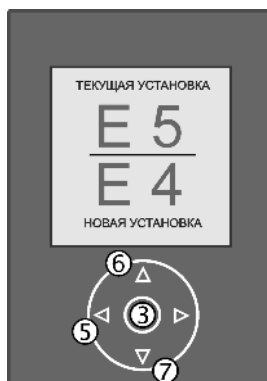

Fig. 36
- ▶ Сокращение времени подачи воды: нажмите кнопку вверх Fig. 36 (6).
- ▶ Увеличение времени подачи воды: нажмите кнопку вниз Fig. 36 (7).